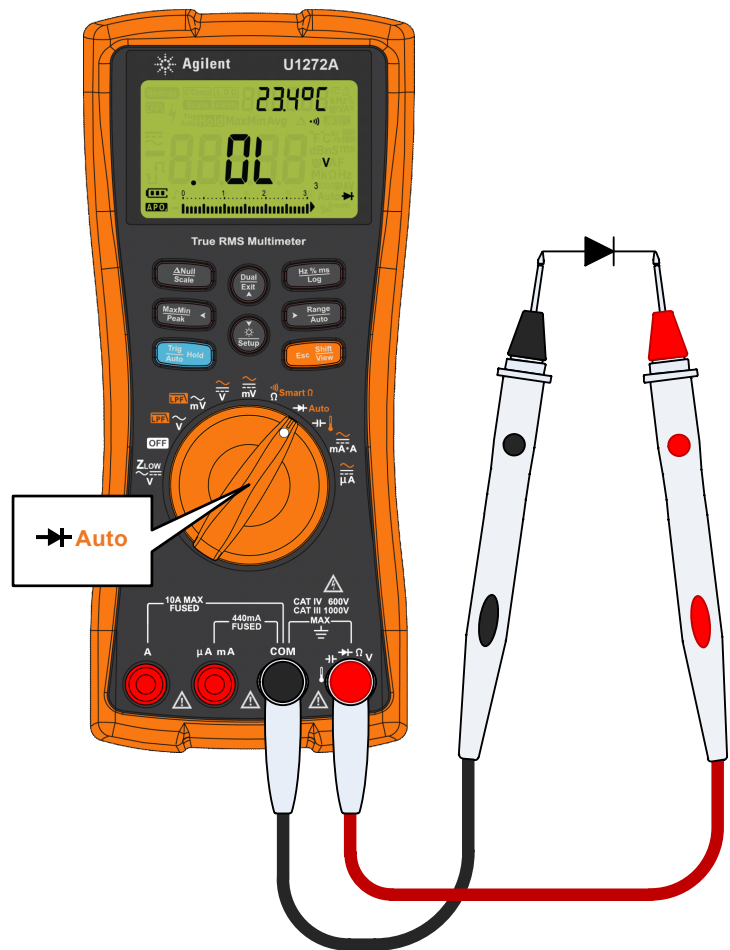

Figure 2-21 Test de polarisation inverse de la diode
- 3 Inversez les sondes (comme illustré à la Figure 2-21) et mesurez de nouveau la tension aux bornes de la diode. Évaluez la diode selon les critères suivants :